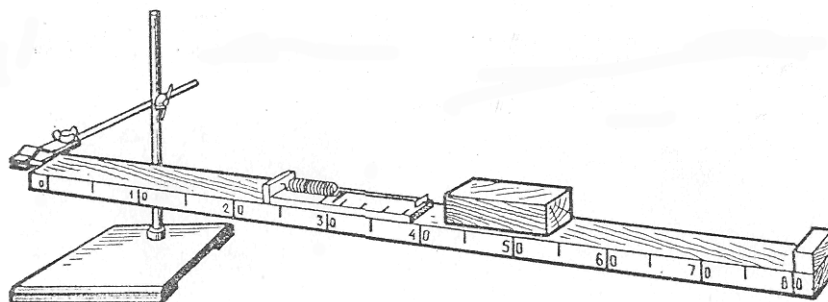
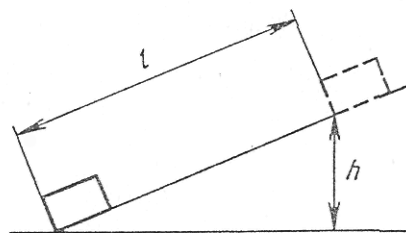

Рис. 1
Рис. 2
- Зберіть установку за рис. 1. Виміряйте висоту h і довжину похилої площини l для кута $\alpha=15^\circ$ (див. рис. 2).